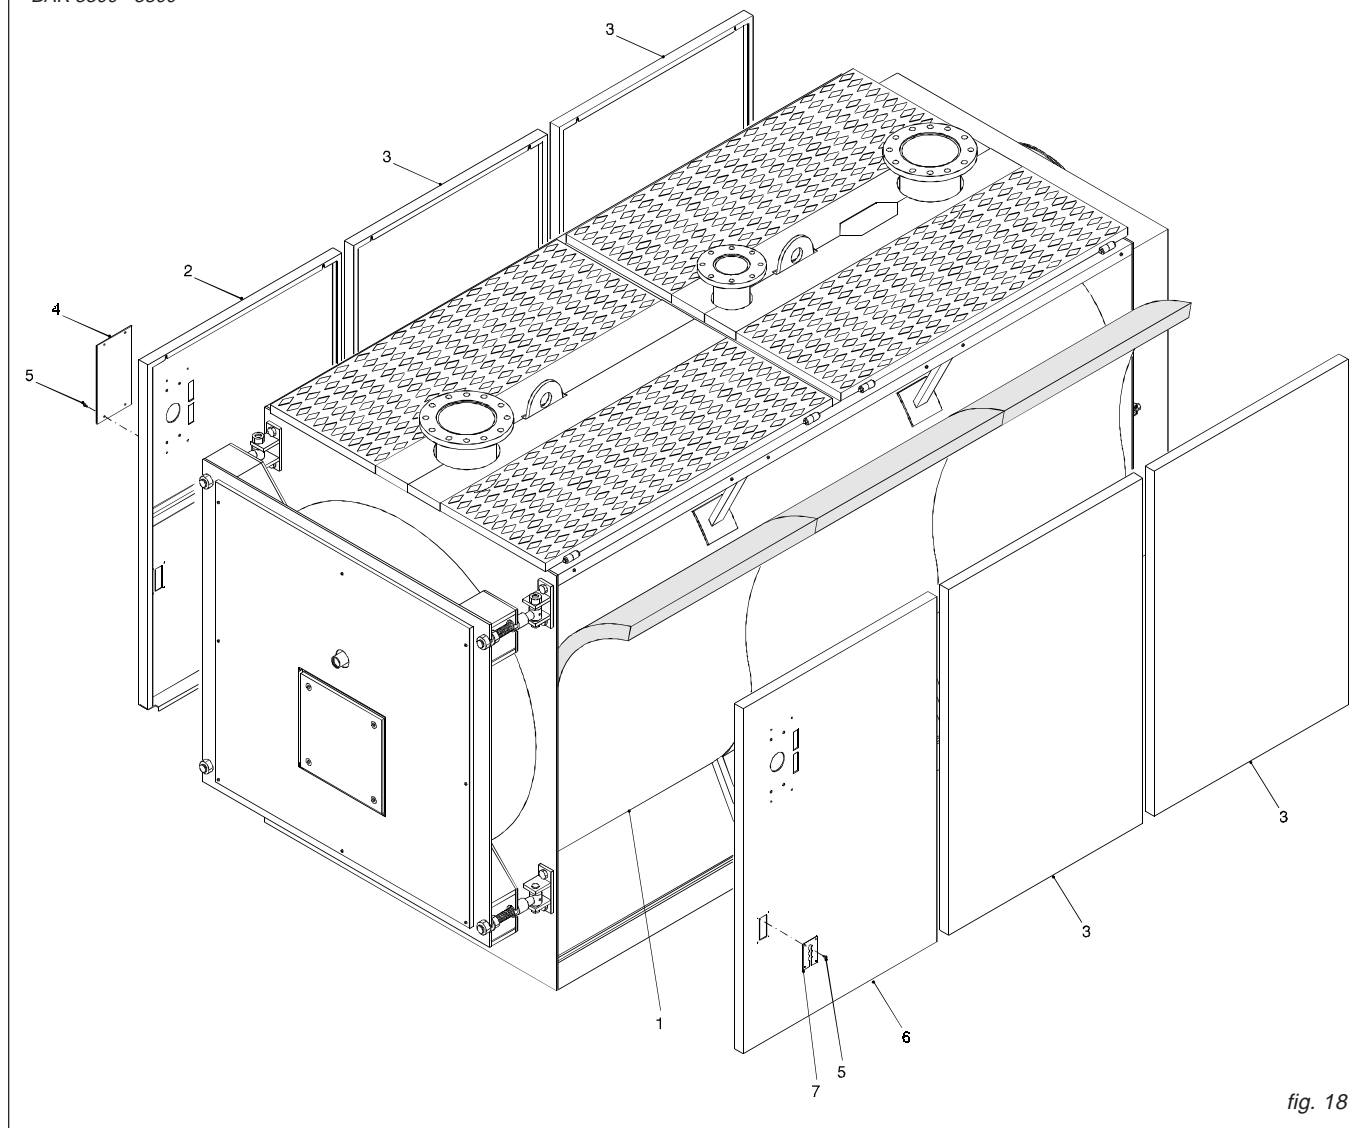

fig. 18
N.B. Per i modelli compresi tra **BAR 3300** e **BAR 3800** (rif. fig. 18), il mantello e l'isolamento sono contenuti in 3 imballi marcati:
Sequenza di montaggio (Rif. fig. 18)